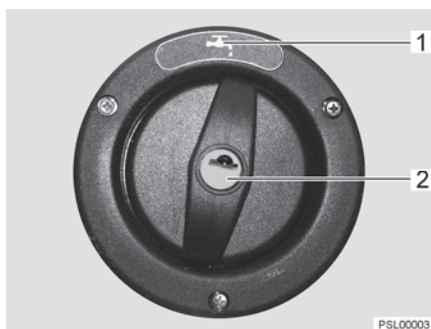

Bild 71 Verschlussdeckel für Trinkwasser-Einfüllstutzen
Der Trinkwasser-Einfüllstutzen ist mit dem Symbol "☕" (Bild 71,1) gekennzeichnet. Der Verschlussdeckel wird mit dem Schlüssel für die Außenklappenschlösser geöffnet und verschlossen.
- Schlüssel in Schließzylinder (Bild 71,2) stecken und eine viertel Umdrehung entgegen dem Uhrzeigersinn drehen.
- Trinkwasser-Einfüllstutzen (Bild 71) öffnen.